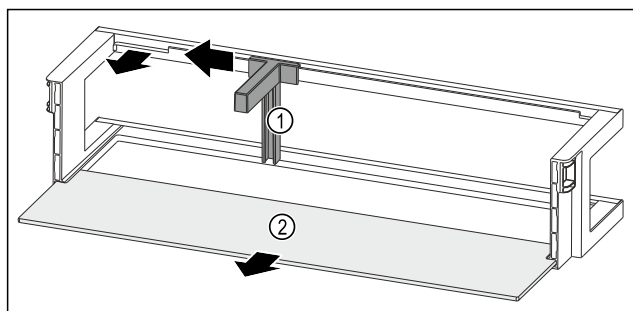

Fig. 231 Balconnet de contre-porte avec range-bouteilles et tablette de rangement
- Pousser le range-bouteilles Fig. 231 (1) sur le côté jusqu'à l'évidement.
- Retirer le range-bouteilles Fig. 231 (1).
- Retirer la tablette de rangement Fig. 231 (2).